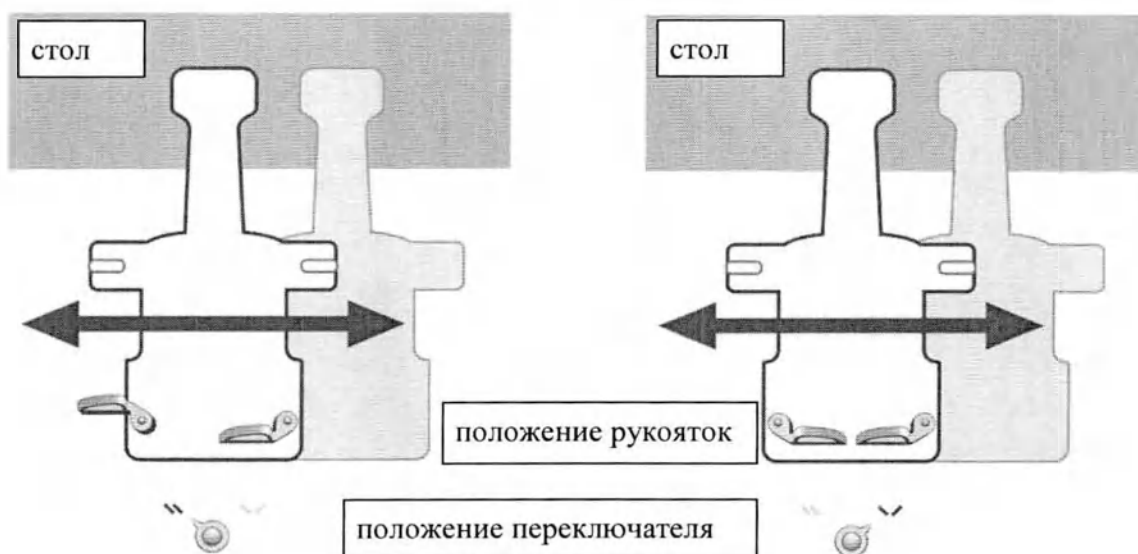

Рисунок 6.6 – «Боковое» перемещение штатива
- переключатель режима поворота установите в положение , а поворотные рукоятки поверните в крайнее левое положение (см. Рисунок 6.6, слева);
- переключатель режима поворота установите в положение , а поворотные рукоятки сведите к продольной оси основания штатива (см. Рисунок 6.6, справа).